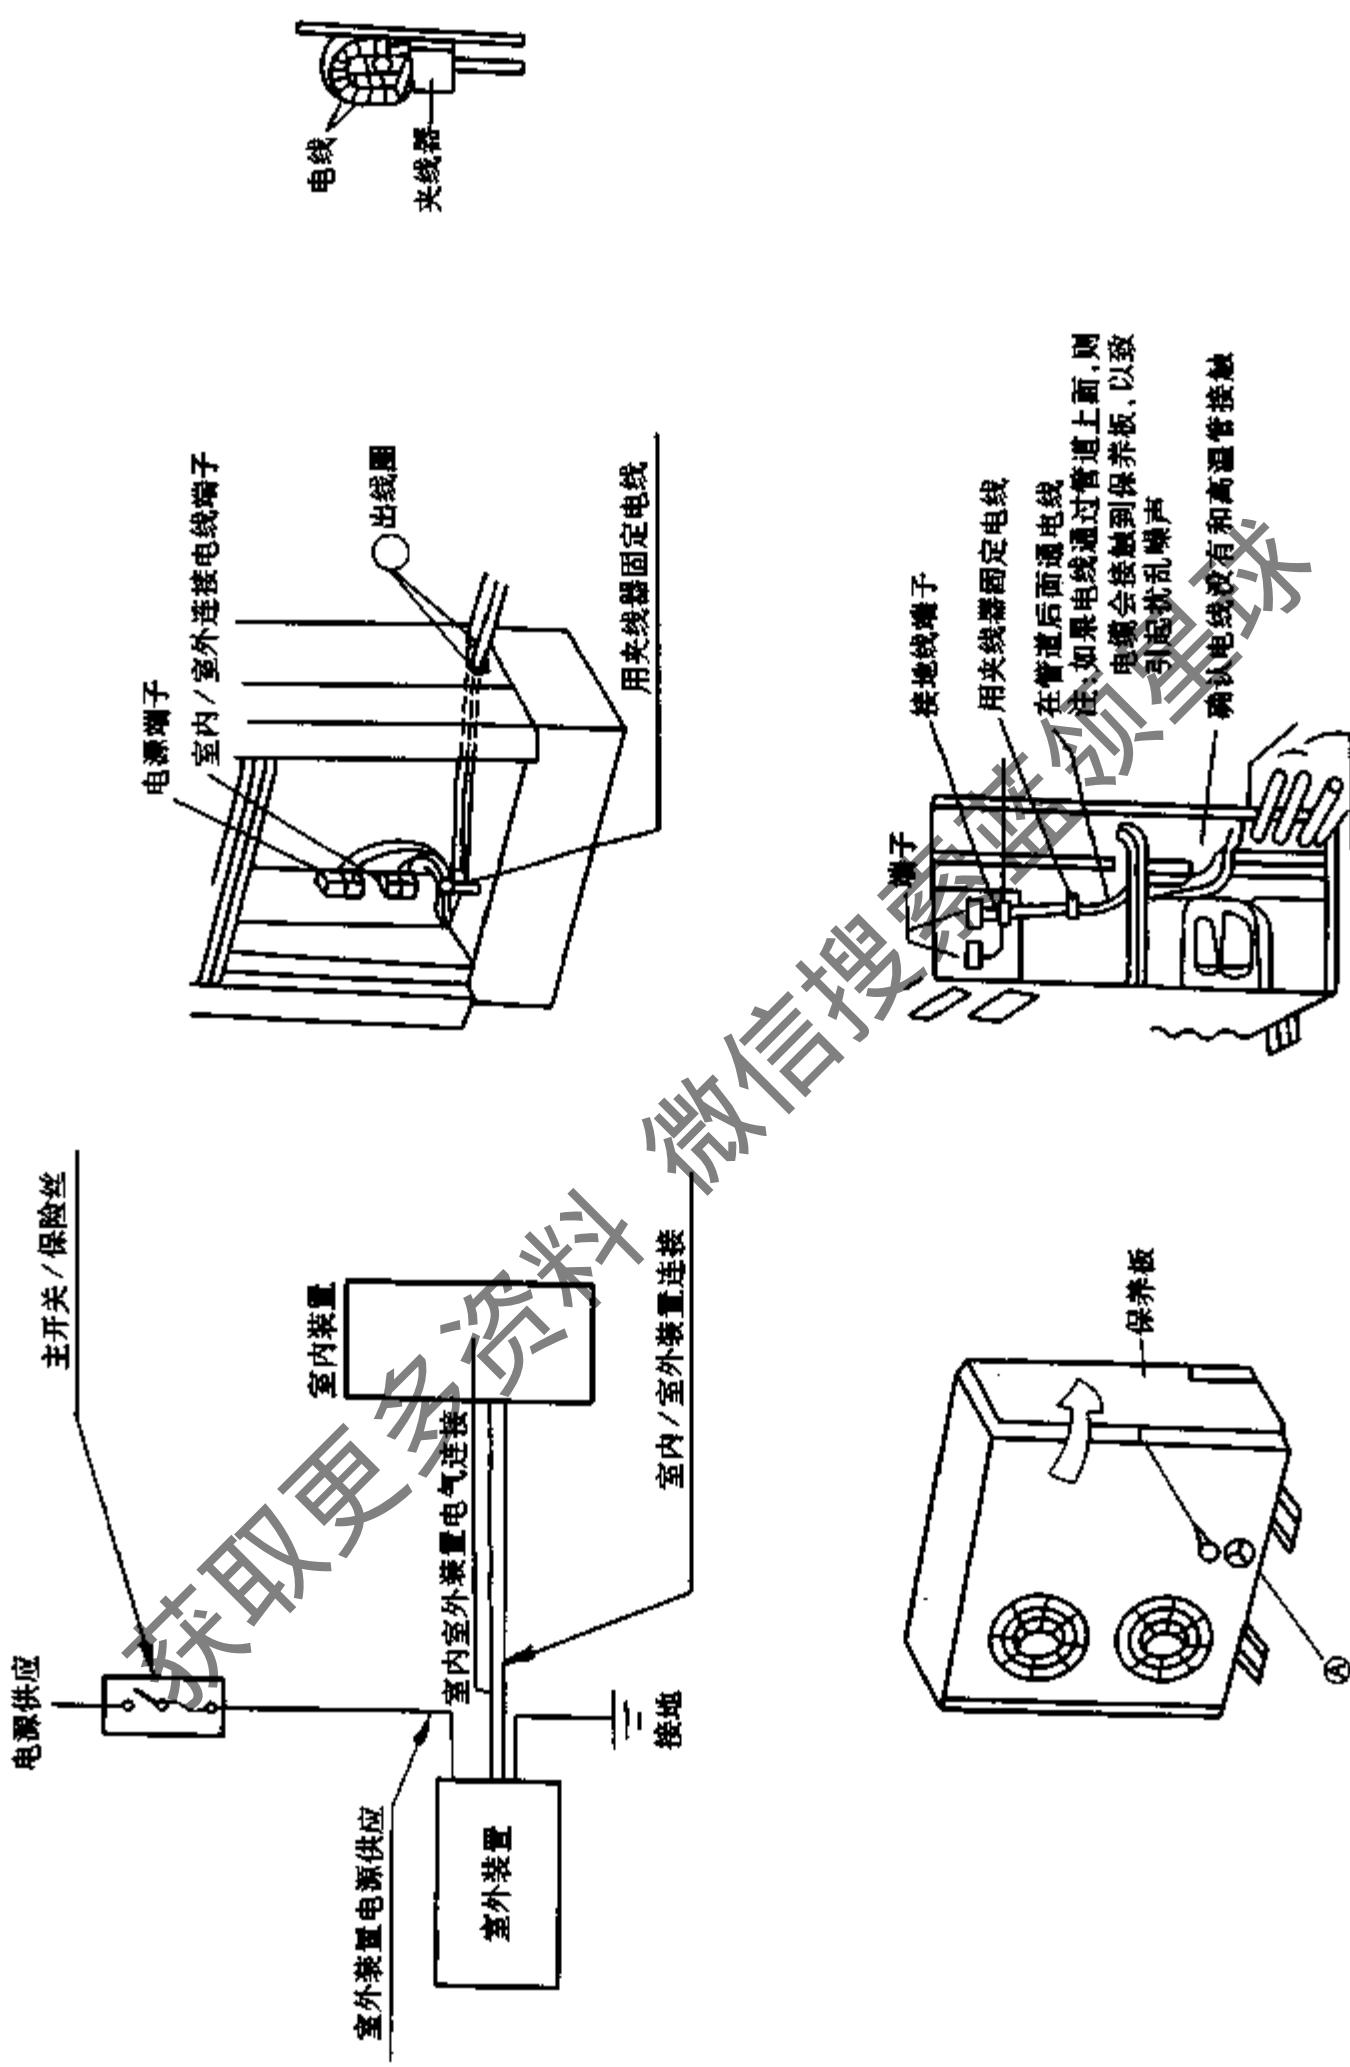

图 7-70 空调器电气施工示意图
- (1) 电源应该用专用分支电路，其容量大于空调器最大电流的 1.5 倍。
- (2) 电源线路应安装漏电保护器或空气开关等保护装置。
- (3) 用户的插座应为带地线且固定的专用插座。建筑物无接地线时，安装人员有权拒绝安装或与用户协商，采取有效接地措施后再安装。
- (4) 室内机组、室外机组的接线和电源导线应该布置好，使之不会在机组外互相接触。接线随型号而异。做电气施工时，详细情形请参考现场接线。
- (5) 接线应该按照图 7-70 的接线图。螺钉应该拧紧使之不致松开。